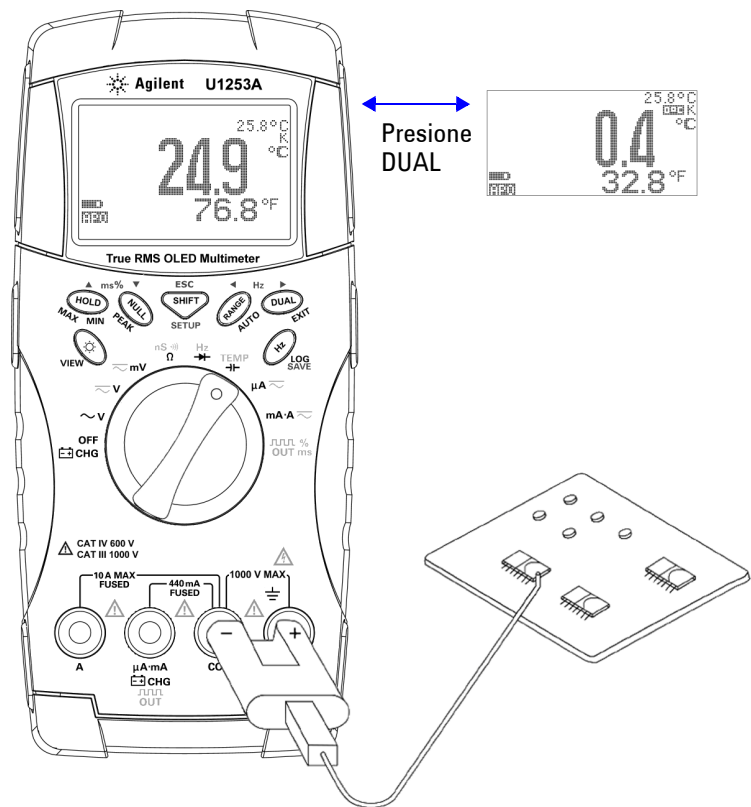

Figura 2-12 Medición de temperatura de superficie
- 3 Conecte el adaptador del termopar (con la sonda de termopar conectada a él) en las terminales de entrada **TEMP (rojo)** y **COM (negro)** (tal como se muestra en la Figura 2-12 en la página 51)